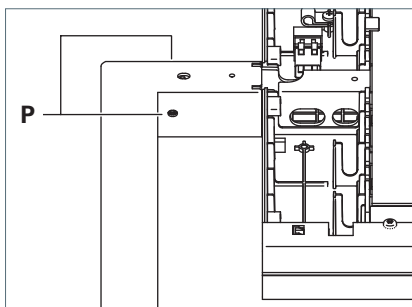

Fig. 7: Leuchtenkopf im rechten Winkel zum Tragrohr ausrichten.
- Richten Sie den Leuchtenkopf im rechten Winkel zum Tragrohr aus und drehen Sie die beiden Madenschrauben **P** gegen den Uhrzeigersinn handfest gegen das Tragrohr, siehe Fig. 7.